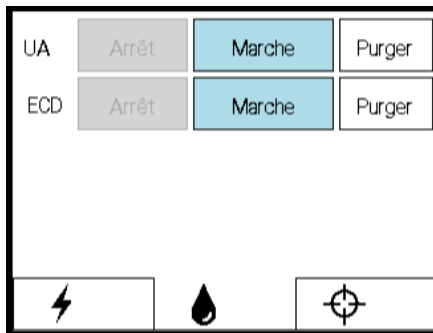
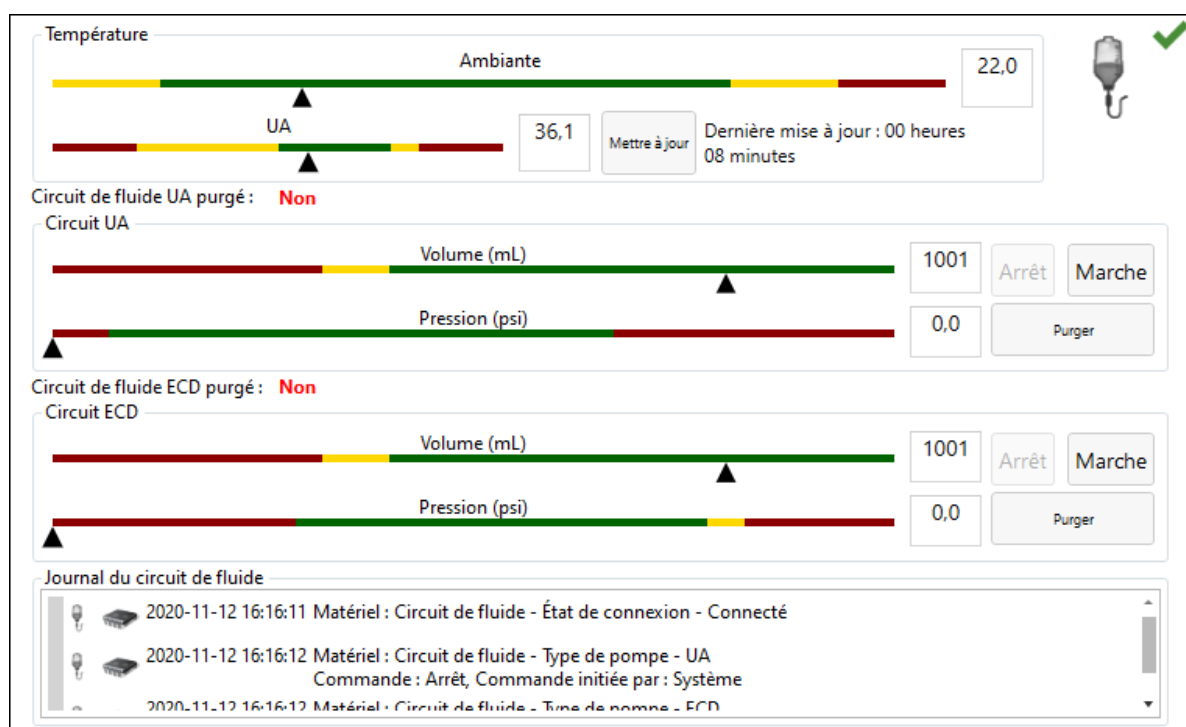

Figure 10 : Écran du PSIB - Onglet du circuit de fluide
Figure 11 : Encadré informatif du circuit de fluide dans l'espace de travail Configuration du logiciel TDC
5. Sur l'écran du PSIB, choisir l'onglet **Circuit de fluide** (*Figure 10*) et purger les pompes de l'UA et de l'ECD. Cela peut aussi être effectué depuis la TDC en appuyant sur **Purger** à côté du quadrant Circuit de fluide (*Figure 11*).
- h. Si la pompe de purge est toujours allumée, arrêter la pompe depuis l'écran du PSIB (ou de la TDC) en cliquant sur le bouton **Arrêt** dans la section Circuit de l'UA (Figure 11).